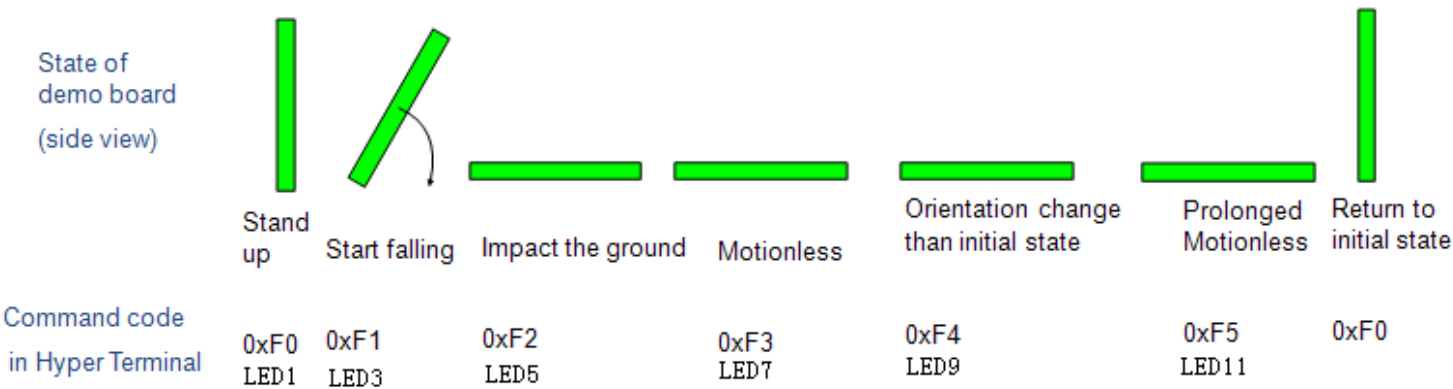

图 10 Fall Detection
- 4) 使电路板从竖直状态倒下并撞击到桌面，将在串口助手中依次看到 F0~F5 的输出码，而且电路板上的 LED 将有相应的显示，如图 10 所示